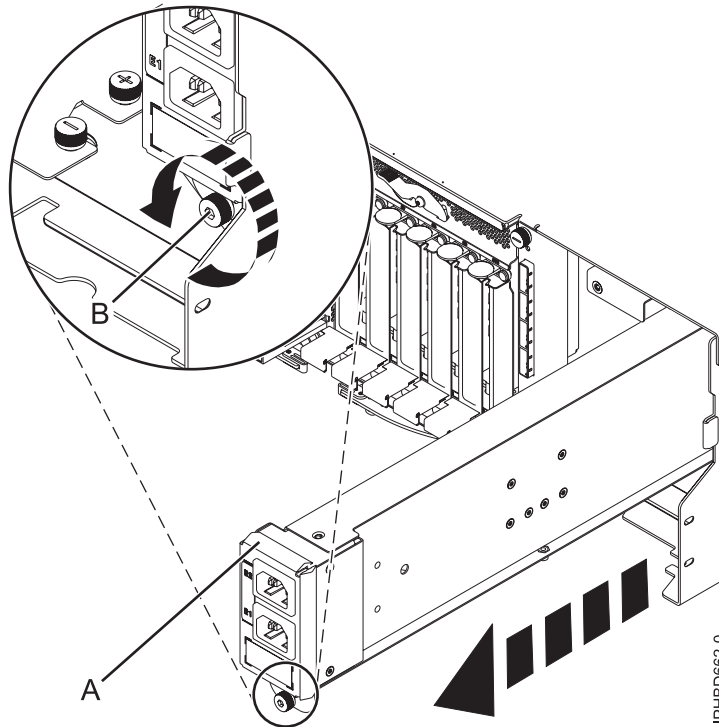

Figure 29. Retrait d'un répartiteur de puissance en entrée
8. Desserrez la vis moletée (**B**) située sur le répartiteur de puissance en entrée. Retirez ensuite le répartiteur de l'unité d'extension comme illustré à la figure 29, à la page 30.